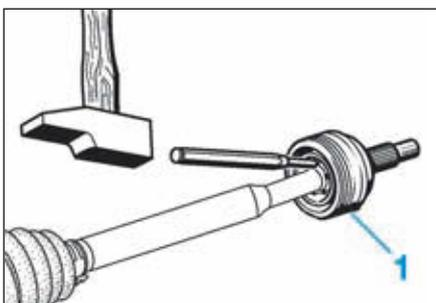

FIG.4
- A l'aide d'un chasse goupille, désolidariser le bol (1) de l'arbre de transmission (Fig.4).